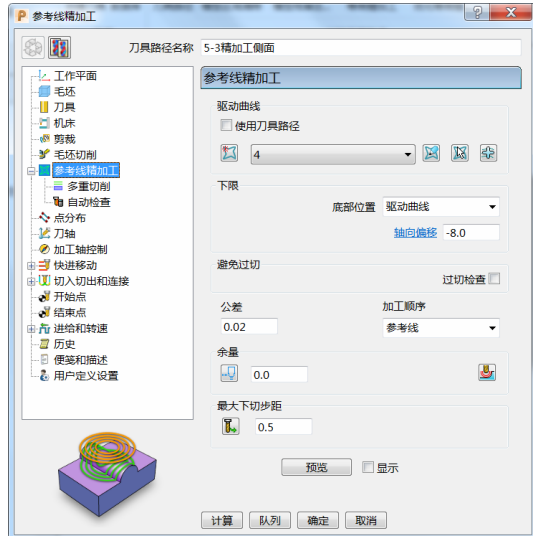

图 3-70
- 4) 参考线精加工：选择参考线“4”，底部位置选择“驱动曲线”，轴向偏移“-8.0”，设定公差“0.02”、加工顺序“参考线”、余量“0.0”、最大下切步距“0.5”。（图 3-70）